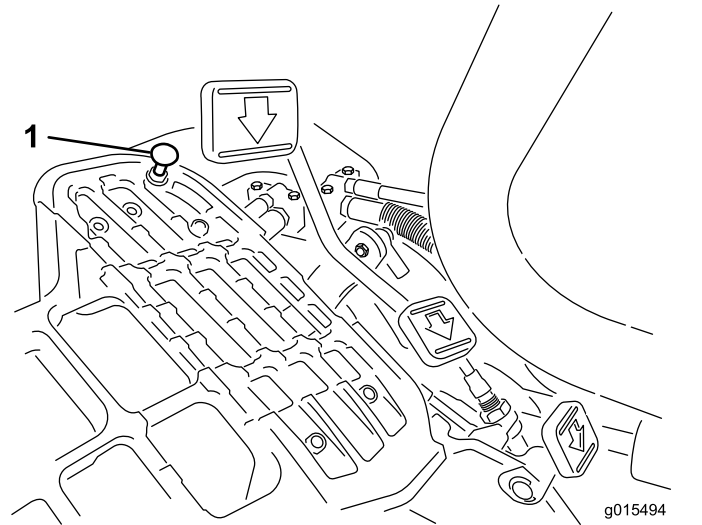

图48
向下踩驱动踏板。如果在拉线感到张紧力之前、踏板接触到限位器（图48）、则需要进行调整：
1. 松开将踏板限位器固定到底板上的凸缘头锁紧螺母（图48）。